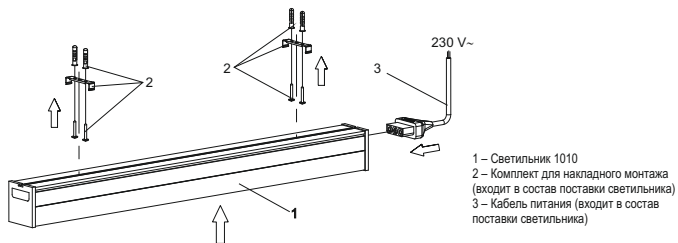
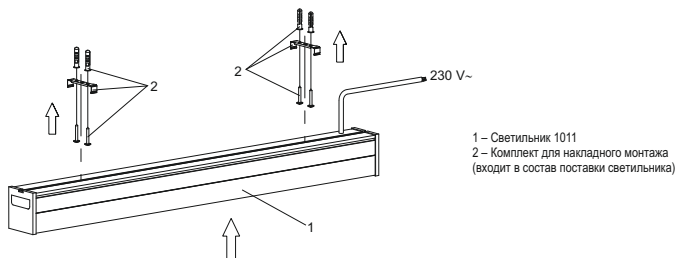

Рисунок 3 – Накладной монтаж магистрального светильника 1010 и подключение к сети 230 В
Рисунок 4 – Накладной монтаж линейного светильника 1011 и подключение к сети 230 В
4.3 Накладной монтаж светильника производить при помощи монтажных скоб непосредственно на поверхность потолка, стены (рисунок 3 и рисунок 4).
4.7 Подключение магистрального светильника 1010 к сети 230 В~ производить подключением кабеля питания, входящего в комплект поставки, к встроенной в корпус светильника сетевой розетке (рисунок 3).
4.8 Подключение линейного светильника 1011 к сети производить сетевым кабелем, выведенным из корпуса светильника (рисунок 4).